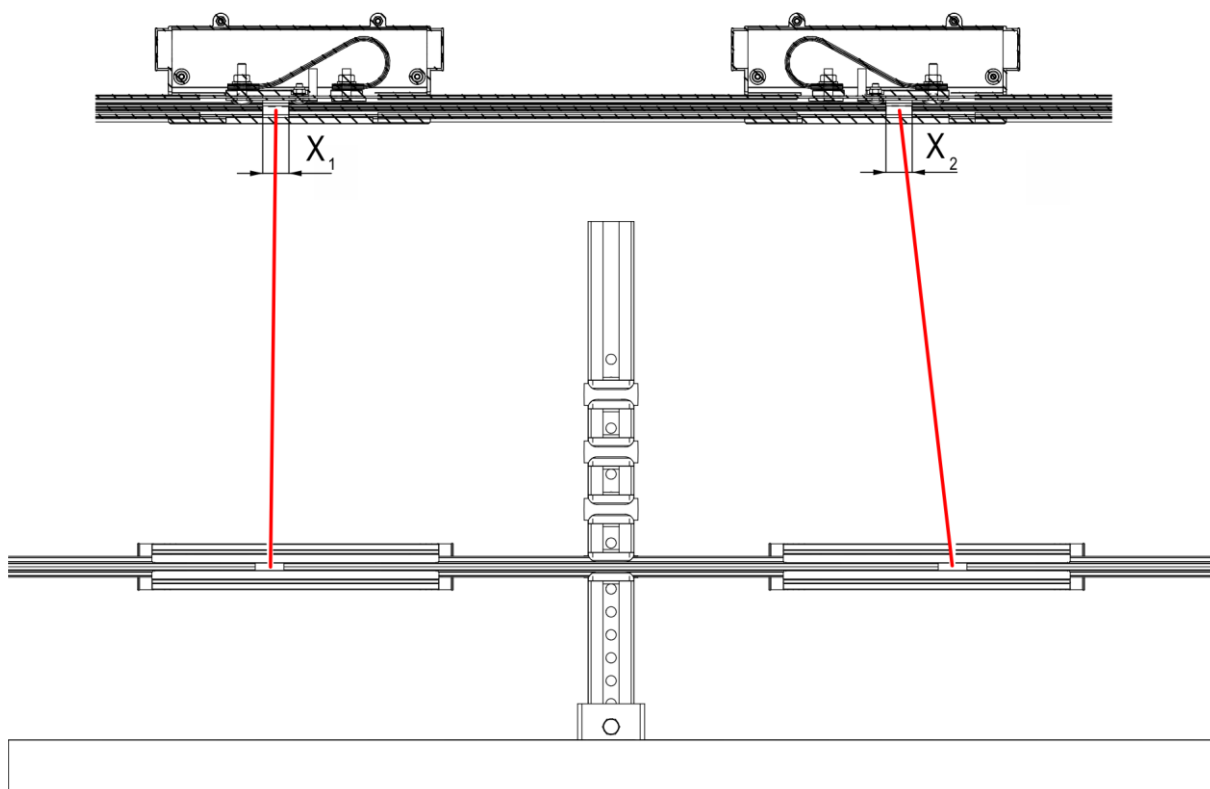
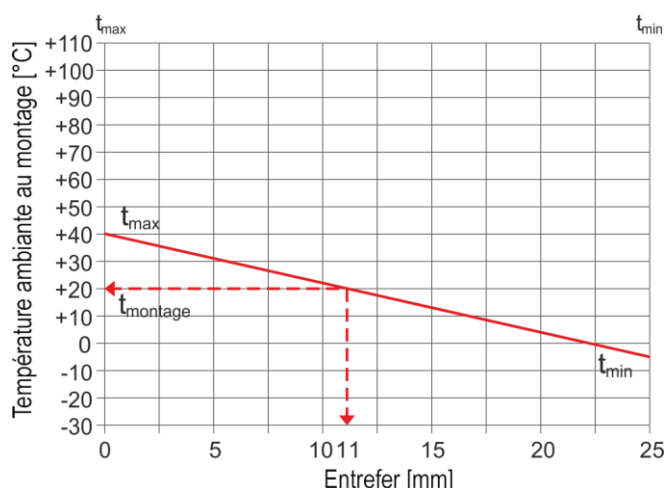

Fig. 95 : Espace de dilatation dans l'élément de dilatation
Fig. 96 : Calculer la cote de l'entrefeer
- La cote de l'entrefer dépend de la température ambiante qui règne pendant le montage. Déterminer la cote de l'entrefer, composée des cotes des points de dilatation x_1 et x_2 (voir Fig. 95) à l'aide du diagramme (voir Fig. 96 ou le modèle de diagramme présenté au chapitre 12.2). Régler la cote déterminée par le bas. La cote ne doit pas être réglée de manière symétrique au niveau des points de dilatation.